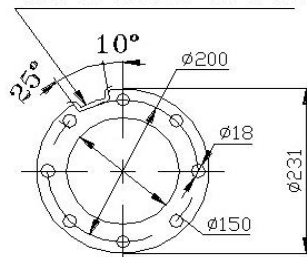

Рисунок 1
Агрегат CRS (см. рисунок 1) состоит из: насосной части поз. 1; электродвигателя поз. 2; проводов токоподводящих поз. 3; клапана поз. 4; таблички поз. 5; кожуха защитного поз. 6; сетки защитной поз. 7.
6.3.2 Водоподъемную трубу с муфтой вернуть в патрубок агрегата до отказа (см. рис.1). По просьбе заказчика за отдельную плату могут поставляться переходные втулки, а также переходники с резьбы на фланец.